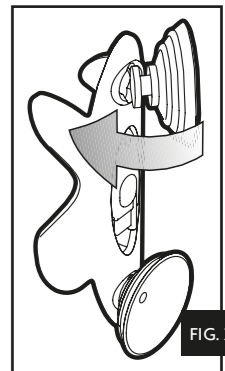

FIG. 2
- Mount the suction cups onto the support provided, inserting them as shown in (fig. 2).
- Montez les ventouses sur le support en les insérant comme en fig. 2.
- 1- druk de zuignappen in de houder zoals te zien op afbeelding 2.
1- Ponga las ventosas en el soporte insertándolas como en fig. 2